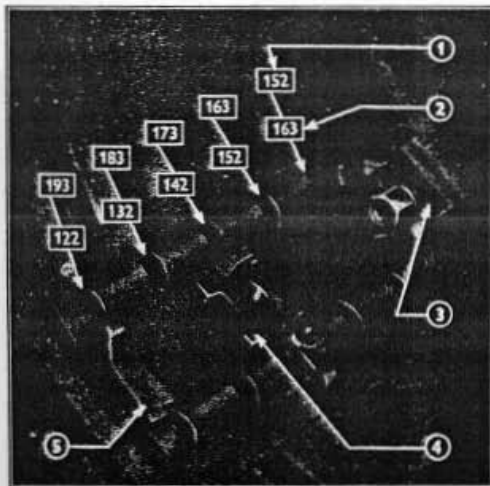

Fig. 7 = Réglage de voie
- (b) Placer l'entretoise dans la barre creuse à encoches dans la position correspondant au réglage désiré, comme le montre la fig. 7. La base ovale du goujon de blocage chargé à ressort doit être introduite dans l'encoche puis tournée de telle sorte qu'elle soit dans la gorge.